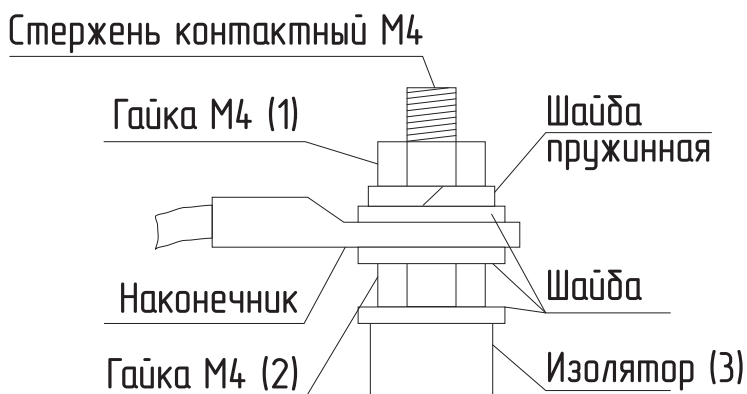

Рис.16 Присоединение проводов к выводам блок ТЭН
- при замене блок ТЭН присоединение фазных проводов к выводам блок ТЭН производить согласно **Рис.16**. Сечение кабеля указано в **Таб.1** и **Таб.2**;
- провод нейтрали «N» подключить на перемычку блока ТЭН (**Рис.16**).